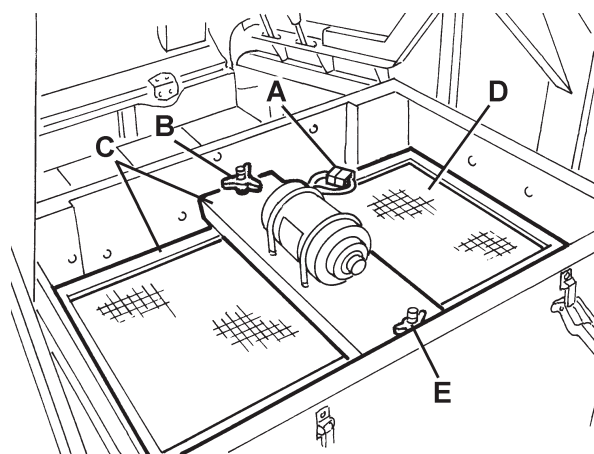

Abbildung 13
15. Stecker (A, Abb. 13) des Filterrüttlers trennen.
16. Knöpfe (B, Abb. 13) herausdrehen und Halterahmen (C) des Filters abnehmen.
17. Staubfilter (D, Abb. 13) abnehmen.